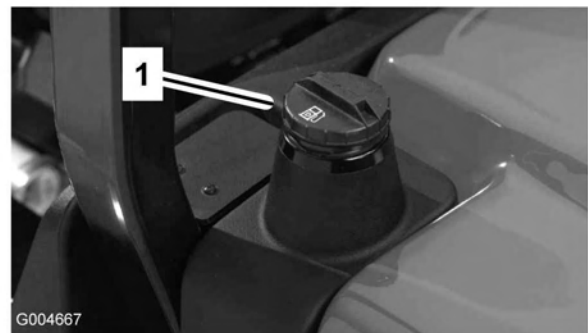

Figura 8
3. Togliete il tappo dal serbatoio carburante (Figura 8).